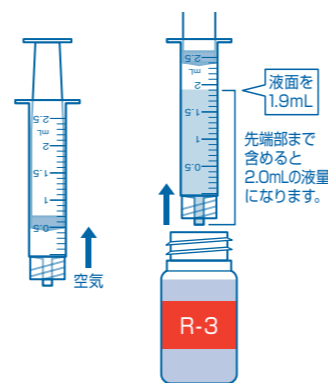

図9
⑨ 2.5mLシリンジに空気を約0.5mL吸い込んでから、続けてR-3試薬を吸い込み、液面を1.9mLの目盛に合わせます。(図9)